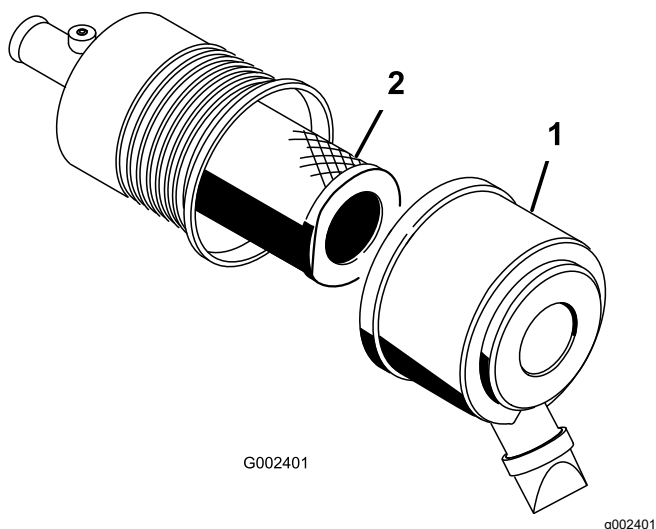

Figure 33
1. Ouvrez les dispositifs de verrouillage du filtre à air et détachez le couvercle du boîtier du filtre (Figure 33).
3. Sortez l'élément filtrant du boîtier du filtre avec précaution (Figure 33).
5. Insérez le filtre sur le tube du boîtier avec précaution (Figure 33).
6. Reposez le couvercle du filtre à air, le côté en haut, et verrouillez-le (Figure 33).